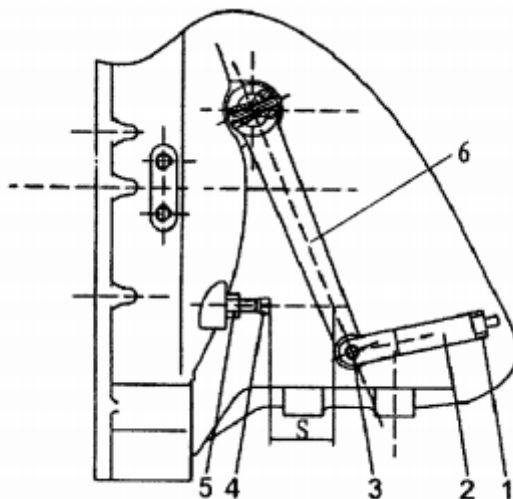

Рисунок 3-3. Регулировка рабочего хода сцепления
3.2.1.1 Регулировка свободного хода (Рисунок 3-3)
3.2.1.2 Настройка рабочего хода (Рисунок 3-3)